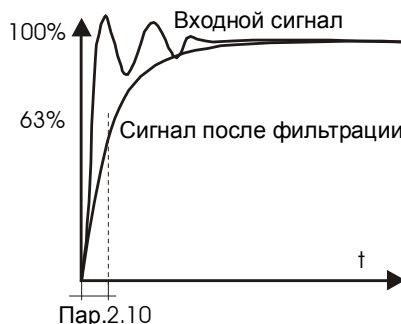

Рис. 7.8 Фильтрация сигнала с аналоговых входов.
- „СТ/СТОП ЛП” [„ST/STOP LP”] VxЦ1 [WeC1] служит для подачи команды „СТАРТ/СТОП” [„START/STOP”] VxЦ2 [WeC2] для изменения направления (Рис.7.8 а);
- „СТ\_Л СТ\_П” [„ST\_L ST\_P”], ВхЦ1 [WeC1] – СТАРТ ВЛЕВО, ВхЦ2 [WeC2] – СТАРТ ВПРАВО (Рис.7.8 б);
- „СТ-ИМ СТОП” [„ST-IM STOP”] ВхЦ1 [WeC1] - ЗАПУСК ИМПУЛЬСОМ / ВхЦ2 [WeC2] - СТОП (Рис. 7.8 в);
- „СТ-ИМ Л/П” [„ST-IM L/P”] ВхЦ1 [WeC1] - ЗАПУСК ИМПУЛЬСОМ / ВхЦ2 [WeC2] - СТОП, ВхЦ3 [WeC3]- выбор направления (Рис.7.8. г)